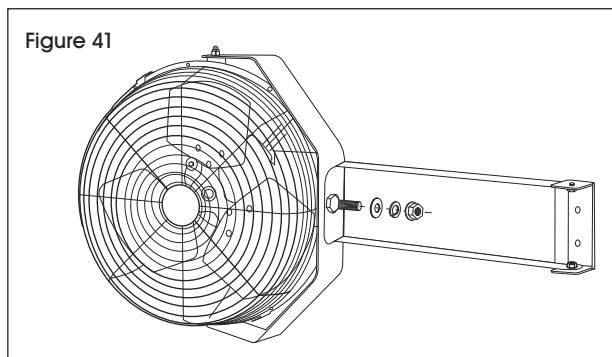

Figure 41
- Alignez le trou à l'extrémité opposée du support de fixation pour ventilateur sur le trou du support de cadre du ventilateur. Fixez-les à l'aide du boulon hexagonal M12 x 20 mm, de la rondelle M12, de la rondelle de blocage M12 et de l'écrou hexagonal M12. (Voir Figure 41)